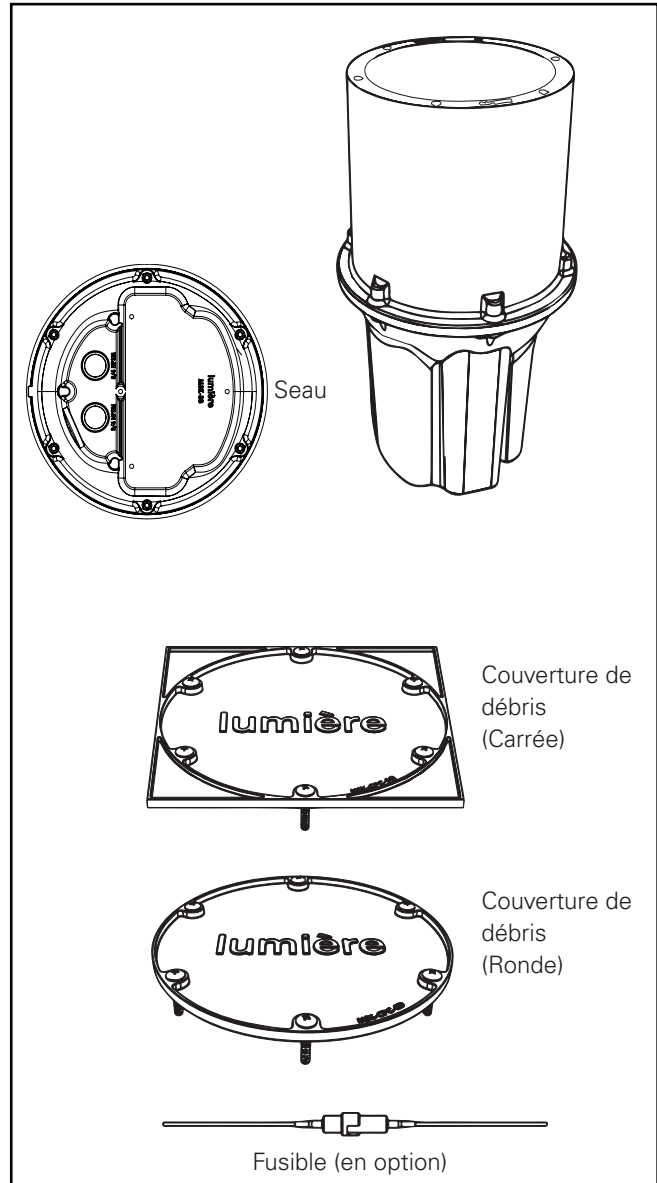

Figure 1.
2. Couverture de débris/béton avec 6 vis (soit ronde ou carrée). (Figure 1.)